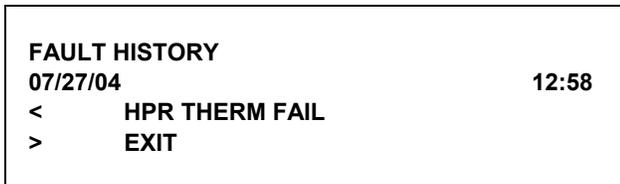

图 29
**FAULT HISTORY (故障历史)** 屏显示故障发生的历史（见图 29）。